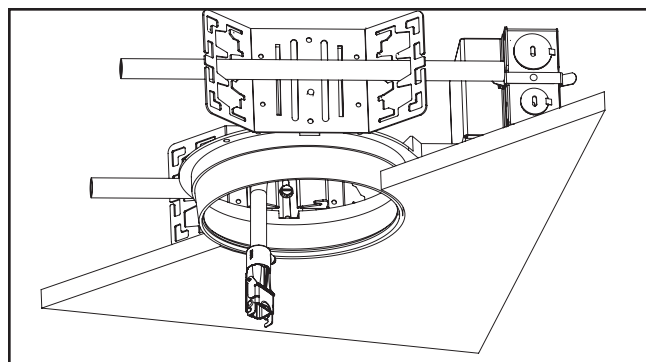

Figura 4.
- Coloque el extremo del conducto flexible a través de la abertura en el techo para el marco, de modo que se vea la parte superior de la desconexión rápida (Figura 4.).